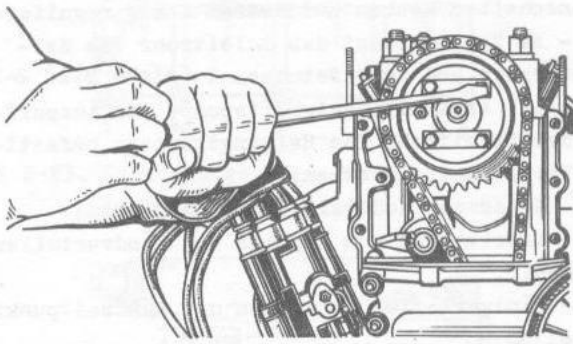

Bild 2-29. Losmachen der Sperrleisten an Befestigungsschrauben für Abtriebskettenrad der Motorsteuerung des Motors 331.10
- vier Befestigungsschrauben des getriebenen Antriebskettenrads der Nockenwelle entsichern und losdrehen und Kettenrad von Welle abziehen (Bild 2-29). Ist ein weiterer Auseinanderbau des Motors nicht erforderlich, so binde man zum Vermeiden eines Abspringens der Kette von den Zähnen die Kette mit Draht mit dem Kettenrad zusammen, ohne die Kette vom Kettenrad zu trennen - das erleichtert den Zusammenbau.